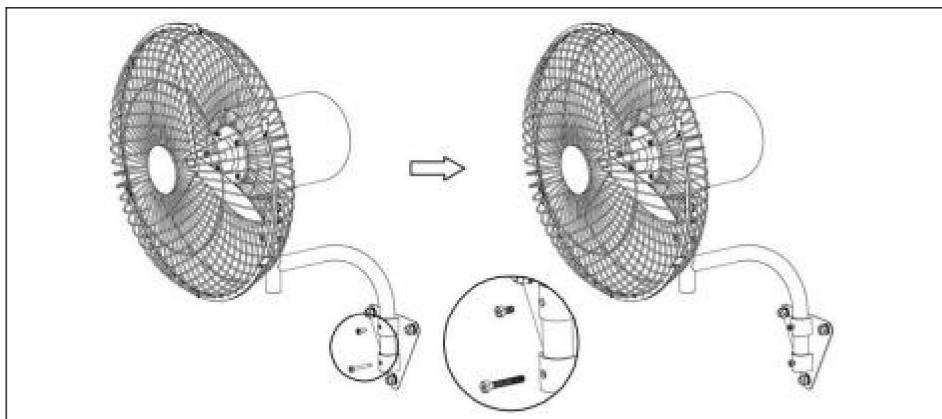

Abb.9.
- 2). Montieren Sie das Lüftergehäuse an der Wandplatte (2) und ziehen Sie dann die Halterungsschrauben1 (4) und die Halterungsschrauben2 (5) fest. Beachten Sie, dass die Schraubenlöcher an der Halterung mit den Schraubenlöchern am Wandpaneel übereinstimmen müssen. Siehe (Abb. 9.).